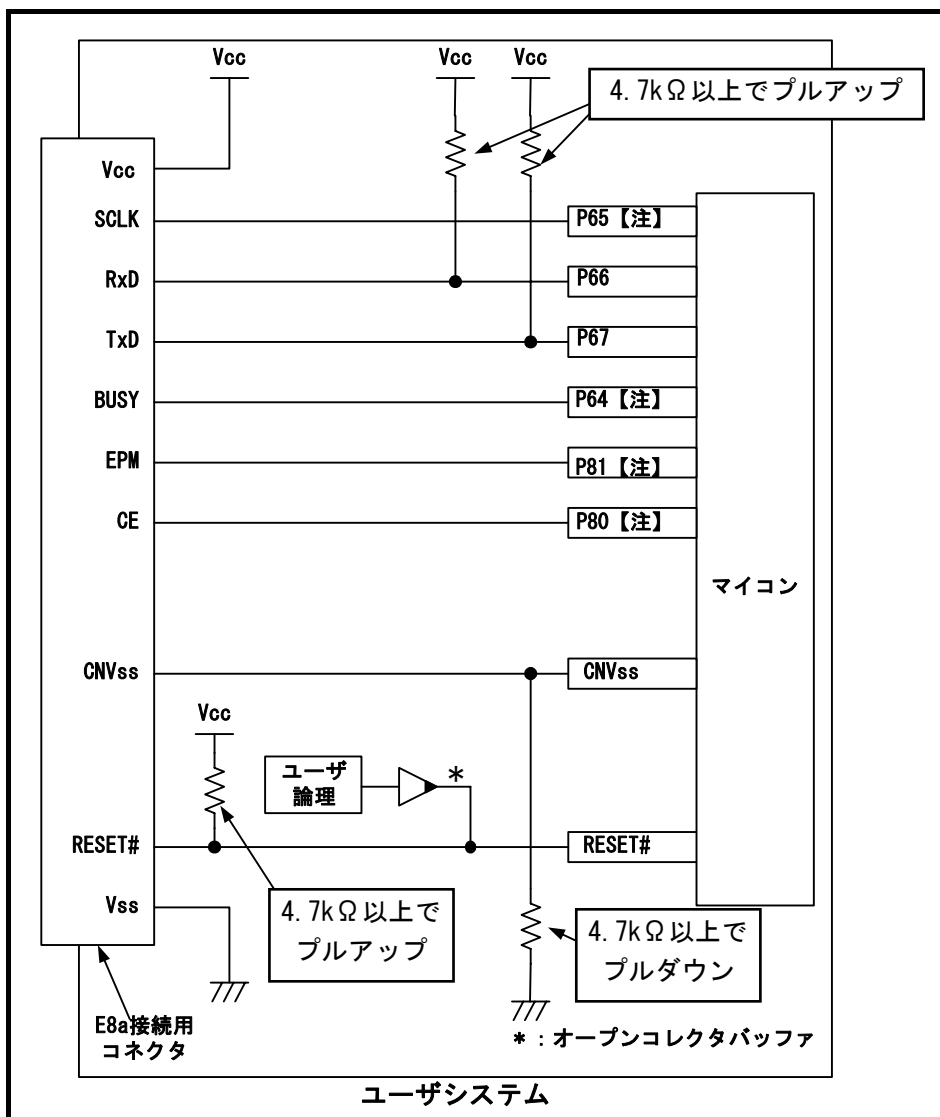

図 4.12 E8aの接続例(単一電源かつシングルチップモードの場合、R32C/111 (64, 80ピン版)のみ)
- 単一電源かつシングルチップモードの場合： 図 4.12参照